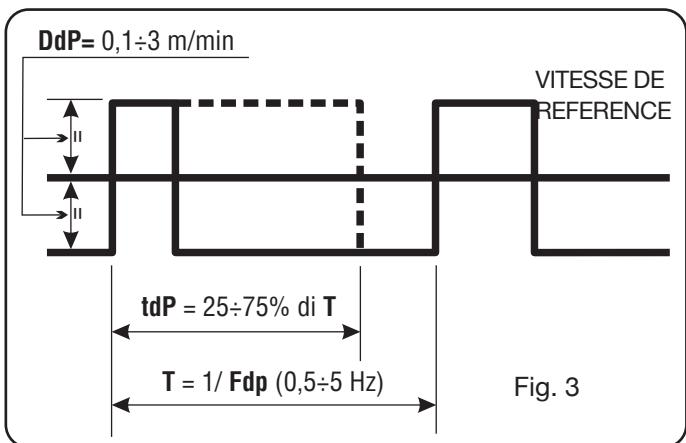

Fig. 3
**D)** tourner le bouchon réservoir **AI** jusqu'à quand le sigle **tdP** est affiche. Cette valeur est la durée de la vitesse de fil la plus élevée, c'-à-d. le courant le plus élevé. Cette valeur est exprimée en pourcentage du temps obtenu de la fréquence **Fdp** ( Voir figure 3).